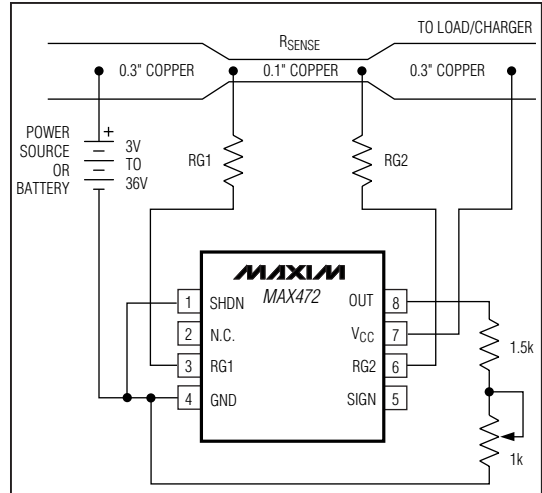

図6. MAX472の接続図、PCボードのトレースを利用
- コスト**： $R_{SENSE}$ のコストが問題になる場合は、図6のような代替回路を使用することができます。この回路ではPCボードのトレースを使って検出抵抗を形成しています。この銅箔の“抵抗”は不正確なため、ポテンショメータを使ってフルスケール電流を調節する必要があります。また、銅抵抗の温度係数は比較的大きいので(約0.4%/°C)、温度変化の大きいシステムではこの点を考慮する必要があります。
図6においては測定される負荷電流を10Aと仮定し、巾7.6mm、重量56gの銅を使用します。巾2.5mm、重量56gの銅の比抵抗は100mΩ/mです(注4参照)。10Aでは、フルスケールでの電圧降下を50mVとして $R_{SENSE}=5m\Omega$ が妥当です。この抵抗を作るには巾2.5mm、長さ約5cmの銅トレースが必要です。